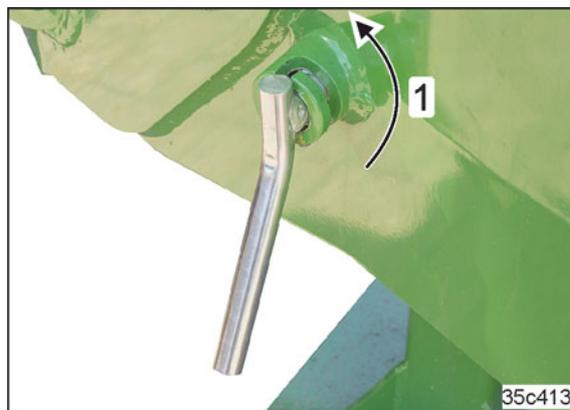

Рис. 134
- 5.1 Поверните зафиксированный палец (Рис. 134/1) на 180°, пока зажимная втулка не выйдет (см. Рис. 136/1).
8. Зафиксируйте палец посредством его поворота (см. Рис. 134)